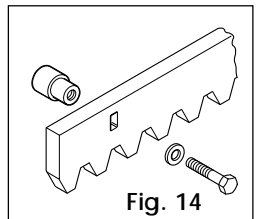

Fig. 14
**4.4.1. WELD-ON STEEL RACK (Fig. 14)**